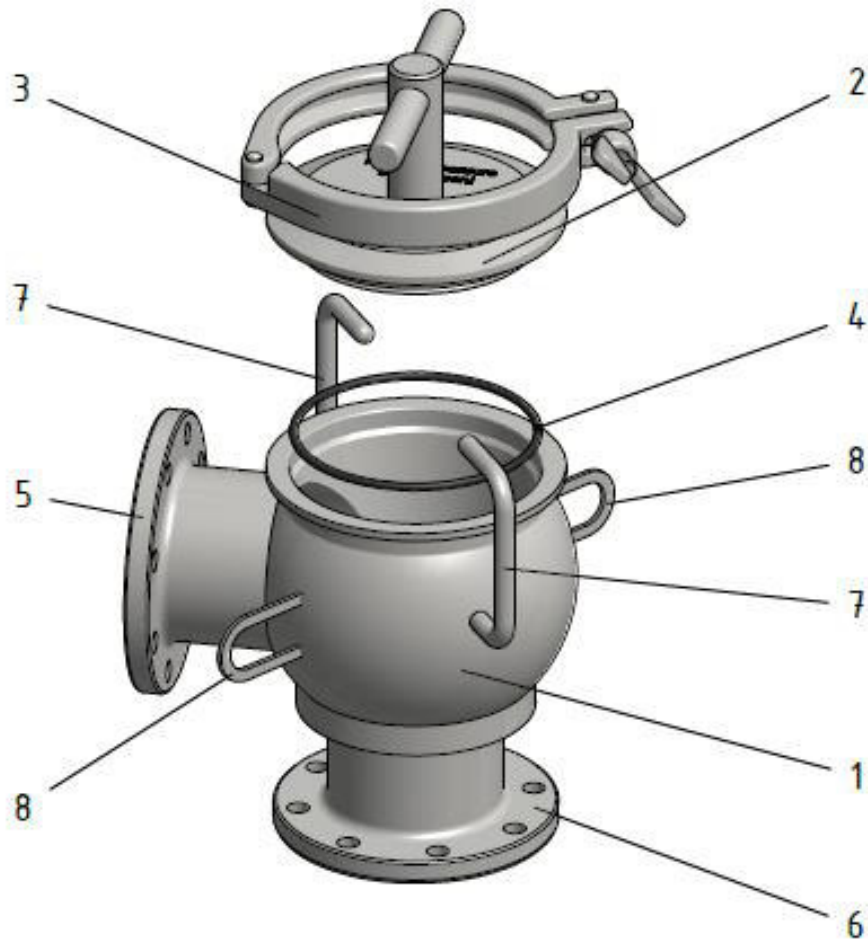

Abb. 6-1: Aufbau Molchstation mit Flanschanschluss
- Lösen Sie die Flügelmutter an der Verschlussklammer (Abb. 6-1, Pos.3).
- Entfernen Sie die Verschlussklammer (Abb. 6-1, Pos.3).
- Entfernen Sie den Gehäusedeckel (Abb. 6-1, Pos. 2).
- Trennen Sie die Flanschverbindungen (Abb. 6-1, Pos 5, Pos. 6).
- Reinigen Sie den Einbauraum am Gehäuse (Abb. 6-1, Pos. 1) und führen Sie eine Kontrolle auf eventuelle Beschädigungen durch.
- Reinigen Sie die Einbauräume an den Flanschverbindungen (Abb. 6-1, Pos.5, Pos. 6) am Gehäuse (Abb. 6-1, Pos. 1) und führen Sie eine Kontrolle auf eventuelle Beschädigungen durch.
- Setzen Sie das Gehäuse (Abb. 6-1, Pos. 1) ein und sichern Sie die Flanschverbindungen durch festes Verschrauben.
- Kontrollieren Sie die Dichtung (Abb. 6-1, Pos. 4) auf Beschädigungen.
- Reinigen Sie den Einbauraum am Gehäusedeckel (Abb. 6-1, Pos. 2) und führen Sie eine Kontrolle auf eventuelle Beschädigungen durch.
- Setzen Sie den O-Ring (Abb. 6-1, Pos. 4) in den Einbauraum am Gehäusedeckel (Abb. 6-1, Pos. 2) ein und fetten Sie die Dichtung (Abb. 6-1, Pos. 4) mit zugelassenem Fett (Unisilikon 641, z. B. Firma Klüber) ein.
- Führen Sie den Gehäusedeckel (Abb. 6-1, Pos. 2) in das Gehäuse (Abb. 6-1, Pos. 1) ein.
- Befestigen Sie den Gehäusedeckel (Abb. 6-1, Pos. 2) mit der Verschlussklammer (Abb. 6-1, Pos. 3).